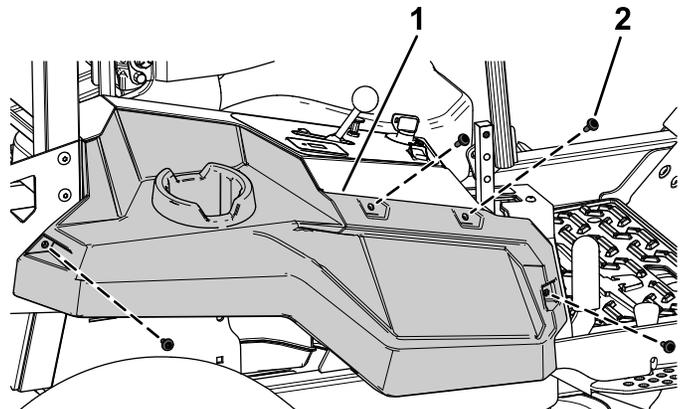

Figure 10
3. Enlevez les 4 vis à épaulement qui fixent le carénage droit (Figure 10).
4. Déposez le carénage droit (Figure 10).
- Fixez le carénage droit à l'aide des 4 vis à épaulement retirées précédemment (Figure 10).